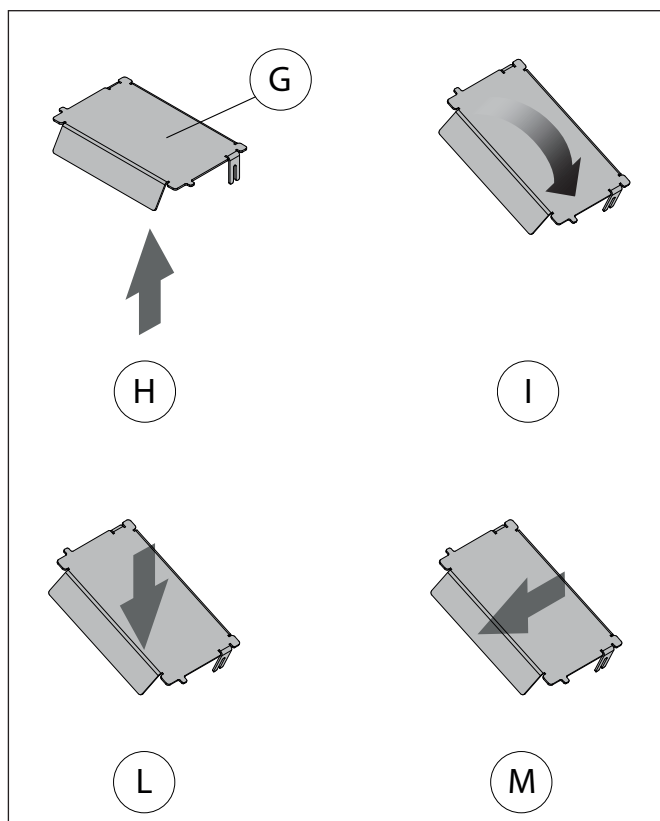

Fig. 8.2.3c
- retirar el deflector superior (**G**) levantándolo ligeramente empujando con una mano en la parte inferior del deflector (**H**) y, con la otra, girarlo hacia la derecha (**I**). Con el deflector en esta posición, bajarlo (**L**) hasta que salga por la puerta (**M**) (**Fig. 8.2.3c**);